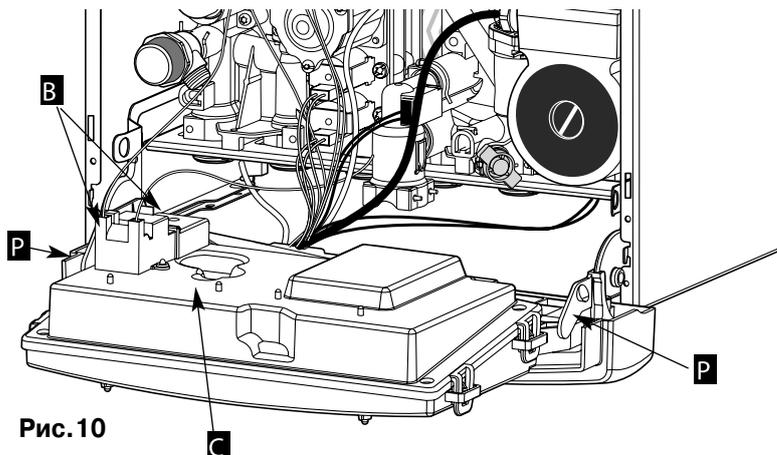
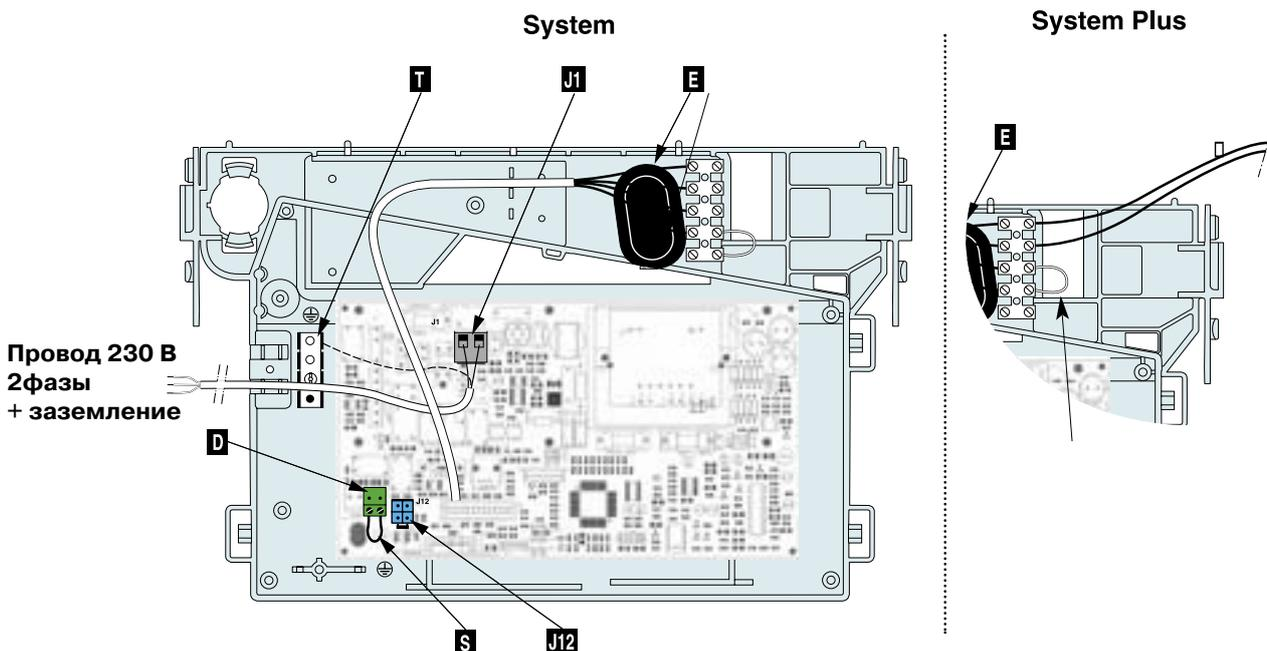

Рис. 10
Рис. 11
- Напряжение 230 В и заземление. Подключение осуществляется при помощи провода “2 фазы + заземление”, который поставляется вместе с аппаратом и соединен с клеммной коробкой J1 (рис. 11).
При помощи отвертки откройте клеммную коробку D (рис. 11).
- отвернуть винты В и снять крышку С (рис. 10);
Разъём J12 (рис. 11) предназначен для подключения программатора (опция, см. соответствующую инструкцию).
Отключите электропитание котла, снимите кожух, откройте блок, нажав на два фиксатора **P** (рис. 10): органы регулировки находятся на электронной плате за заглушкой **E** (рис. 11).